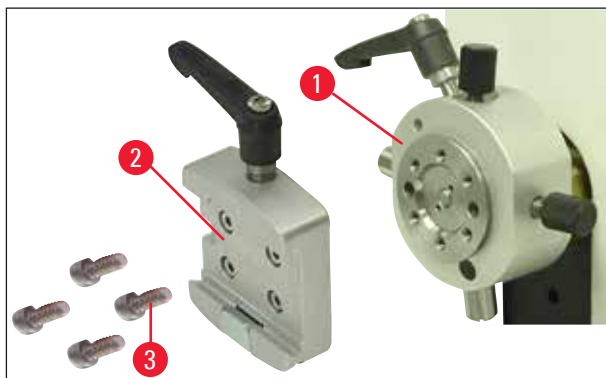

Abb. 9
2. Dann die Schwalbenschwanzaufnahme (→ Abb. 9-2) von der Probenhalteraufnahme (→ Abb. 9) entfernen. Dazu die vier Schrauben (→ Abb. 9-3) mit einem Inbuss-Schlüssel mit Griff SW 3 lösen und herausdrehen (→ Abb. 10-1).